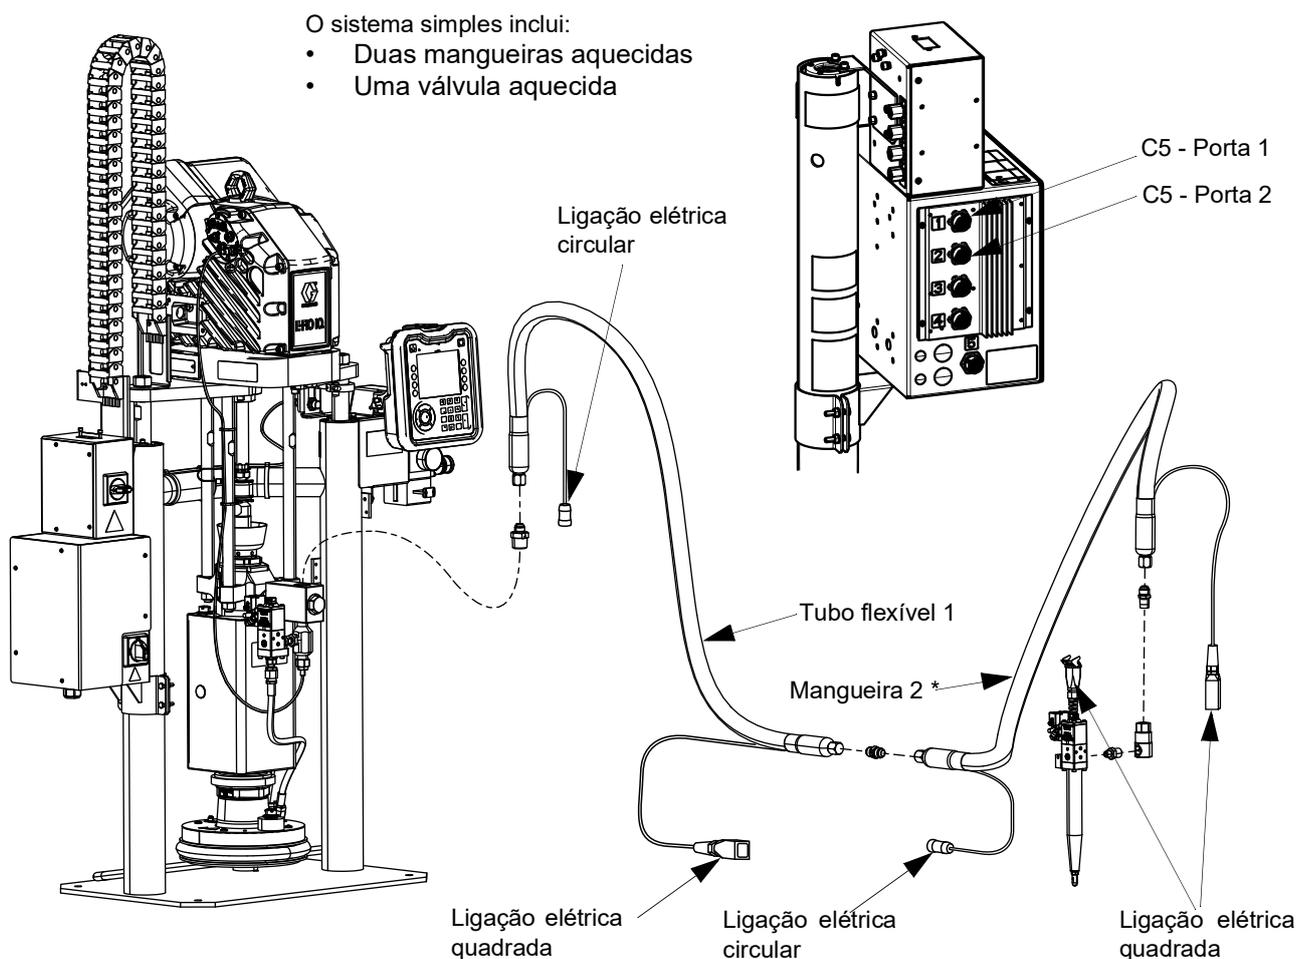

FIG. 32
- Válvula aquecida - Ligações elétricas quadradas da mangueira 2 à válvula de distribuição iQ (B). Consulte a FIG. 32.